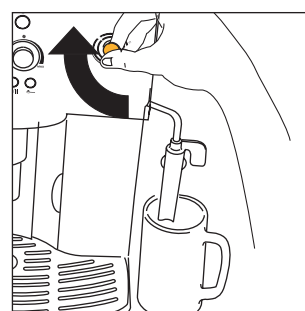
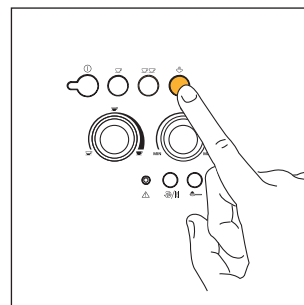
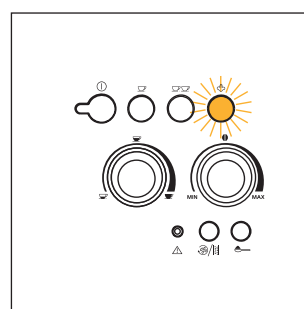

Fig.6
Fig.21
Fig.22
4. Efter nogle sekunder begynder der at løbe lidt vand ud af cappuccinoadapteren. Når koppen er fyldt op med cirka 30cc, drej dampbetjenings knappen en halv gang med uret (fig. 6) så langt den kan komme, for at afbryde vandstrømningen.
- Drej dampbetjeningsknappen med uret helt i bund for at afbryde vandstrømmingen (fig. 6) og sæt cappuccinoadapteren i dens originale position i midten af maskinen. (Det tilrådes ikke at lade varmt vand løbe ud i mere end 2 minutter).
- Tryk derefter på tasten til damp (fig. 21). Kontrollampen ☺ (fig. 22) begynder at blinke for at vise at maskinen er i forvarmingsfase.
- Når den ønskede temperatur er nået, afbrydes dampudledningen ved at dreje dampbetjeningsknappen med uret helt i bund (fig. 6) og tryk på tasten til dampen ☺ (fig. 21) for at deaktivere dampfunktionen.